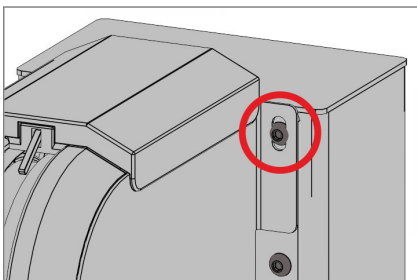
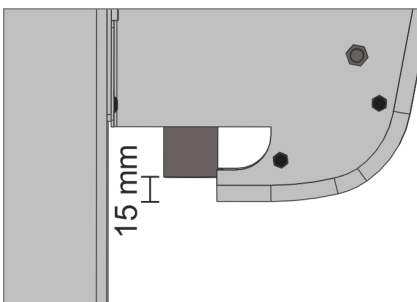

Abb. 27 Schrauben anbringen
Abb. 28 Aufsatz in der Höhe ausrichten
04. Richten Sie den Aufsatz über die Langlöcher in der Höhe aus und ziehen Sie die Schrauben fest (Abb. 27). Der Abstand von der Unterkante des Gehäuses bis zur Unterkante des Verkorkerkopfs muss 15 mm betragen (Abb. 28).